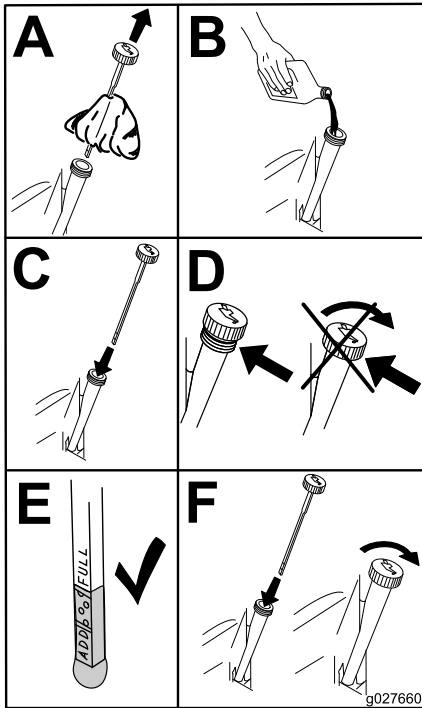

Figure 41
5. Versez lentement environ 80 % de l'huile spécifiée dans le tube de remplissage, puis faites l'appoint lentement jusqu'à ce que le niveau atteigne le repère maximum (Full) (Figure 41).